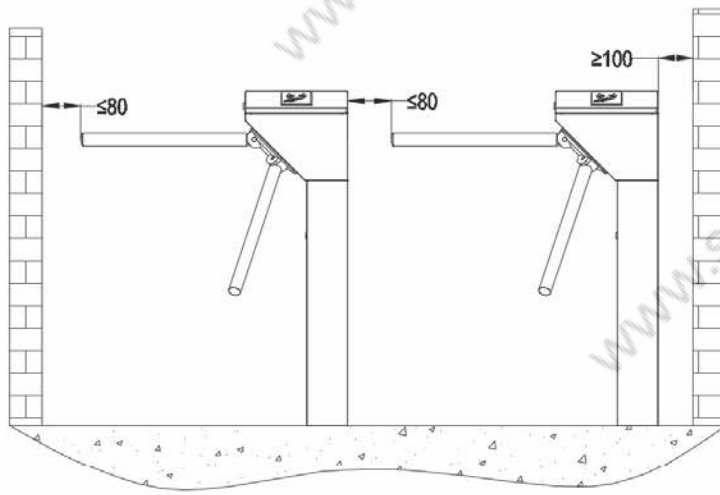

Рис. 3-1
2. Расстояние от преграды до края преграждающих планок не должно превышать 80 мм. (см рис. 3-1).
Оборудование должно быть установлено на бетонном основании, убедитесь в качественном крепеже болтами. Мы советуем Вам установить вспомогательную раму для образования полноценной проходной линии, как показано на рис. 3-1.